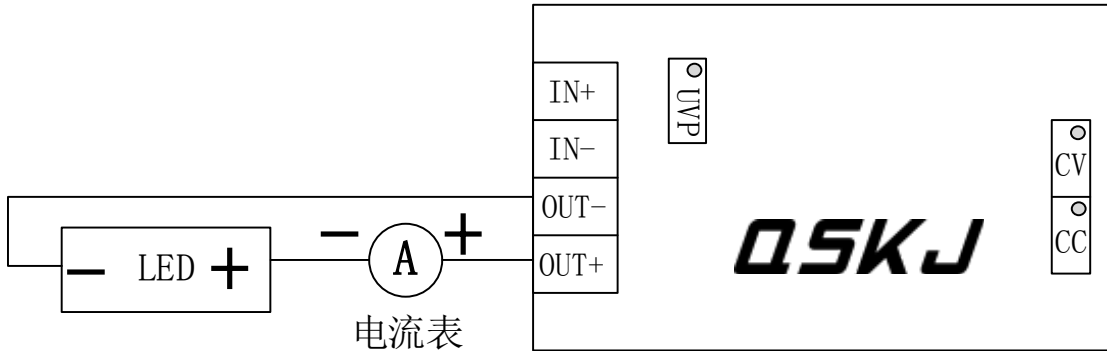

图 9
2. 断开输入电源, 逆时针调节 CC 电位器 10-15 圈(把输出电流调到最小), 模块输出 OUT+ 连接电流表正极、电流表负极连接 LED 正极、LED 负极连接模块 OUT-。(如图 9 所示)